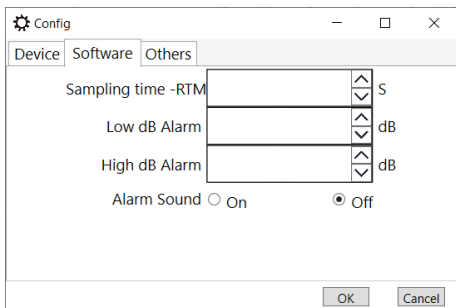

Figura 33
5. A barra de operação é exibida conforme ilustrado na figura 33.